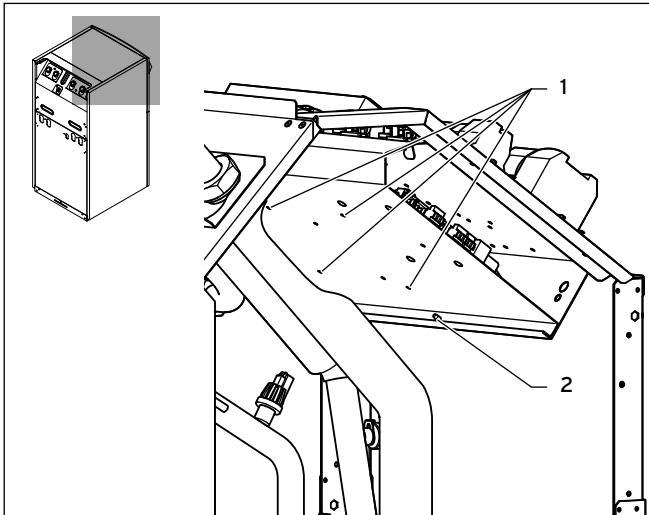

Fig. 4.4 Montering af monteringskinner til geoTHERM VWS/VWW/VWL-S ..1 og VWS ..4
- Slut den hvide indgangsledning (7) til de tre tilslutningsklemmer til højre (11).
- Slut den sorte udgangsledning (6) til de tre tilslutningsklemmer til venstre (12).
- Sæt det tredobbelte stik på faseovervågningskablet ASB (2) i kontakten til overvågning af kompressorens fasefølge.
- Forbind stikket på kompressorens faseovervågningskabel (9) med det dobbelte stik til faseovervågningskablet ASB (8).
- Monter ledningsholderen (10) på et egnet sted i den nederste del af kontrolboksen for at sikre faseovervågningskablerne.
- Klap den nederste del af kontrolboksen op, og skru skruen (→ fig. 4.4, pos. 2) fast igen.